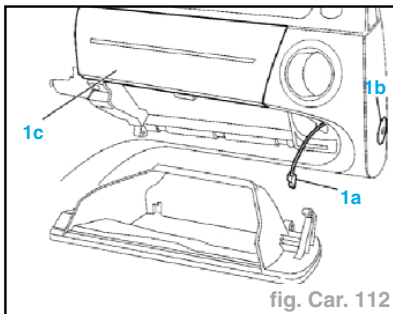

fig. Car. 112
- Débrancher la connexion électrique (1a) de l'interrupteur (2b) pour désactiver l'Airbag côté passager (1c) (fig. Car. 112).